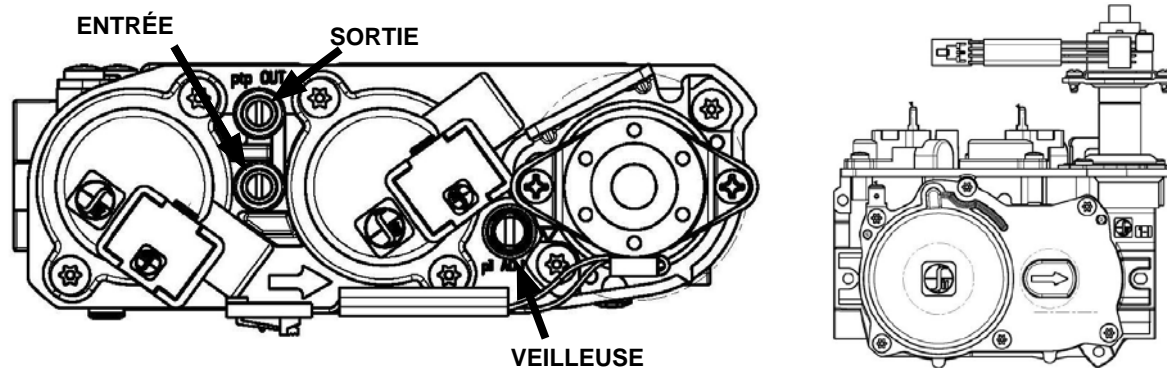

Figure 19.3.01
2. Les raccords de test de pression sont situés sur la face avant de la valve de contrôle de gaz. L'entrée est marquée «IN» et la sortie est marquée «OUT». Voir **Figure 19.3.01**.
Les flammes ne doivent pas avoir de pointes jaunes mais doivent envelopper le détecteur de flamme et l'allumeur à étincelles. On peut les ajuster en tournant la vis de réglage de veilleuse, marquée «PILOT» sur la valve de contrôle de gaz (voir **Figure 19.3.01**).